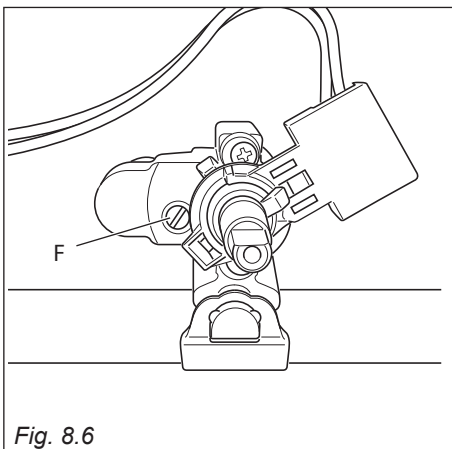

Fig. 8.6
I rubinetti del piano di lavoro sono dotati di valvolatura di sicurezza; in questi rubinetti la vite di regolazione del minimo è situata all'esterno del rubinetto (fig. 8.6).
- Sfilare la manopola del rubinetto e con un cacciavite a taglio agire sulla vite "F" (fig. 8.6) fino ad ottenere la fiamma desiderata.